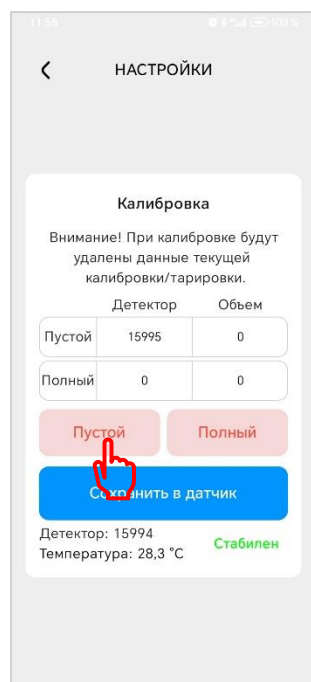

Рис. 5.18
3. Дождаться стабильного значения детектора и затем нажать на кнопку «Пустой». В строку внесётся значение детектора. Объём топлива должен быть равен нулю (рис. 5.18).